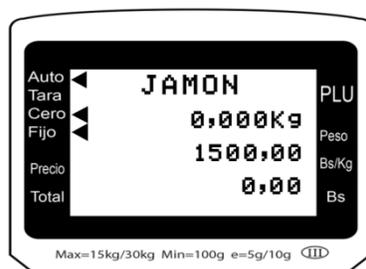

Figura 14. Indicadores en cero.
3. Presionar la tecla [Imp auto], para activar la impresión automática de etiquetas, se activará el indicador de Auto, ver figura 14.